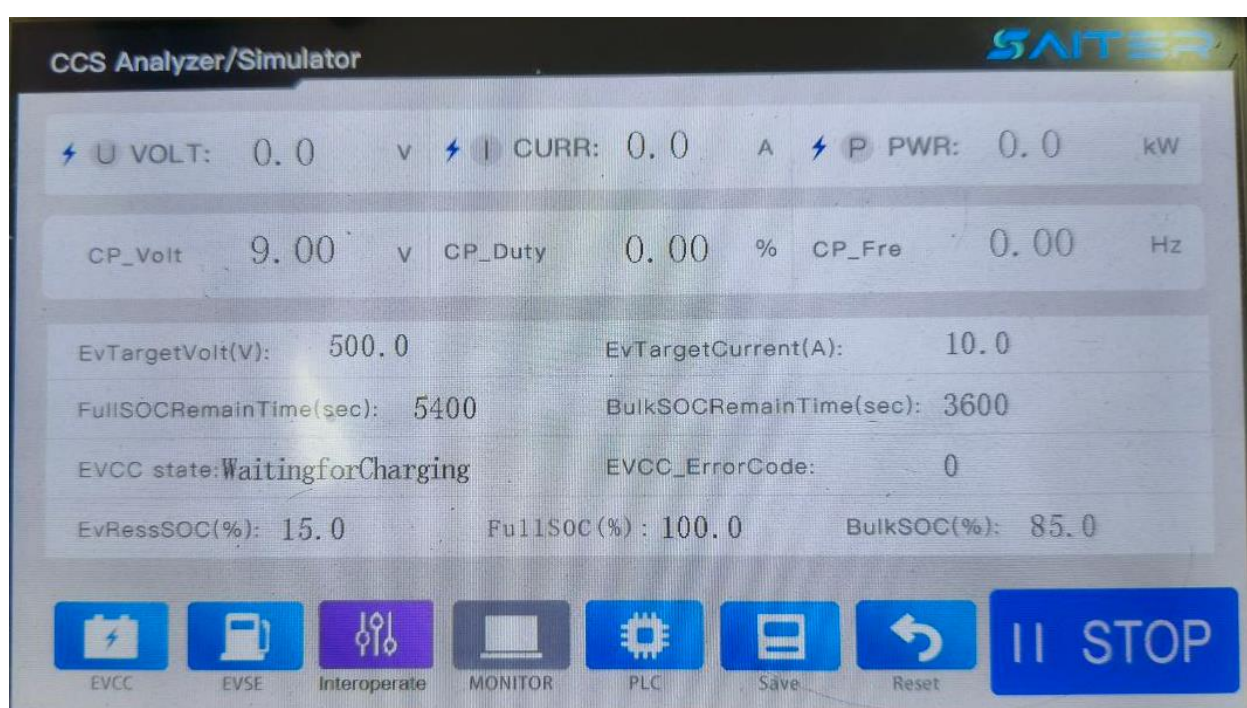

Рисунок 25. Вид экрана Анализатора CCS2
7.1. Подключить нагрузочный модуль к Анализатору CCS2. Включить Анализатор CCS2. Выставить на Анализаторе CCS2 параметры зарядной сессии: запрашиваемый ток 10 А (поле «EvTargetCurrent»); запрашиваемое напряжение 500 В (поле «EvTargetVolt»); 15% текущей зарядки аккумуляторов (поле «EvRessSOC») (рисунок 25).